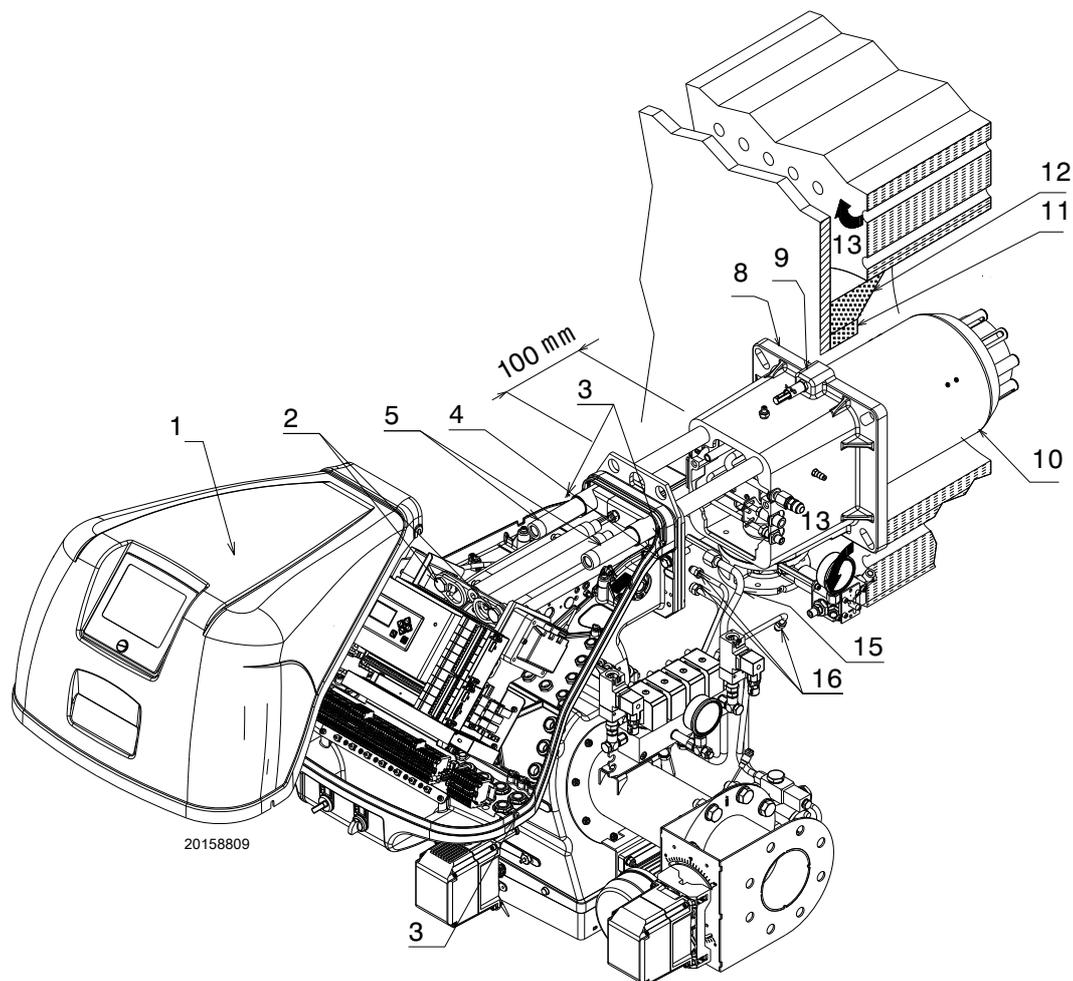

图 15
对于带前烟道 13)(图 15) 或中心回焰式炉膛的锅炉, 必须在锅炉炉补 12) 和烟道 10) 间插入炉补材料 11) 进行保护。
将燃烧头与燃烧器的其余部分分开 (图 15)：按以下步骤操作：
- 将燃烧器重新安装在导轨 3)上 ,距离管接头 4)约 100 mm 位置如图 15 所示；